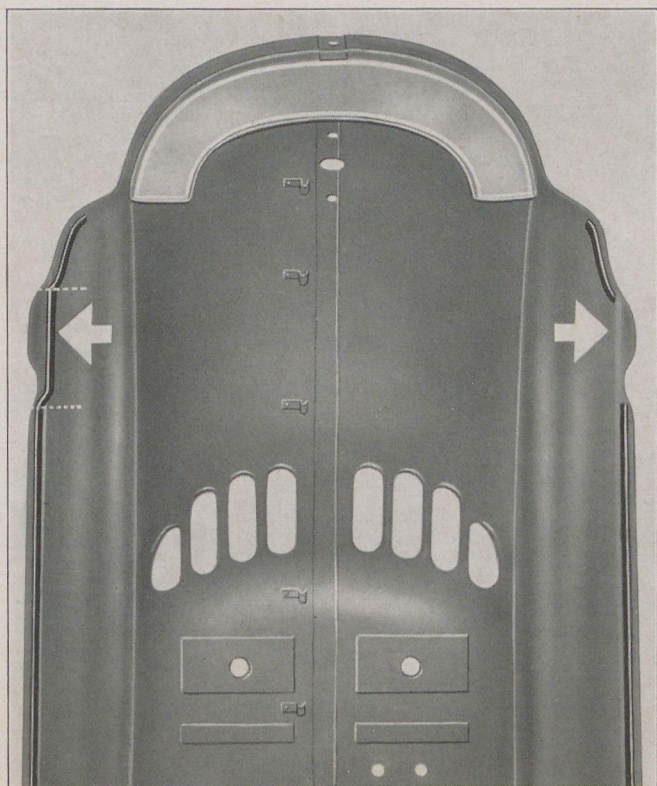

Abbildung 1
1. An den in Abbildung 1 mit einem Pfeil bezeichneten Stellen den einpunktigen Verstärkungssteg entfernen. (Im Bild auf der rechten Seite bereits entfernt, links noch vorhanden.)